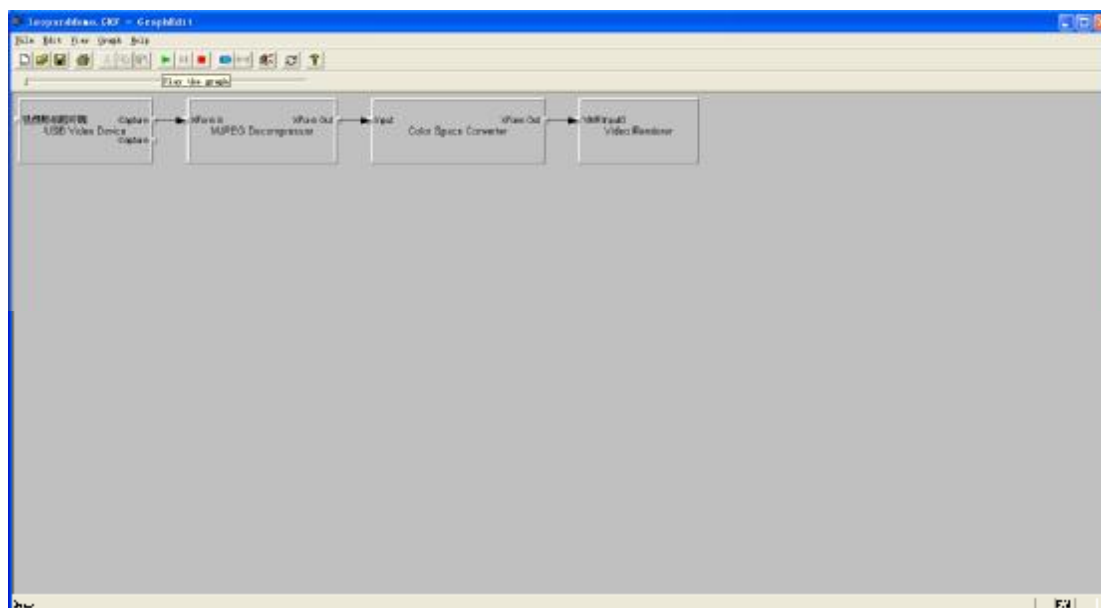

图 6-11 USB Camera 模块连接图
8. 当系统启动完毕，打开 **USB\_Camera\_Demo.GRF**，此时将看到所有的滤波器相互连接，如图 6-11 所示。点击 PLAY  按钮即可实现 USB 的视频流播放。